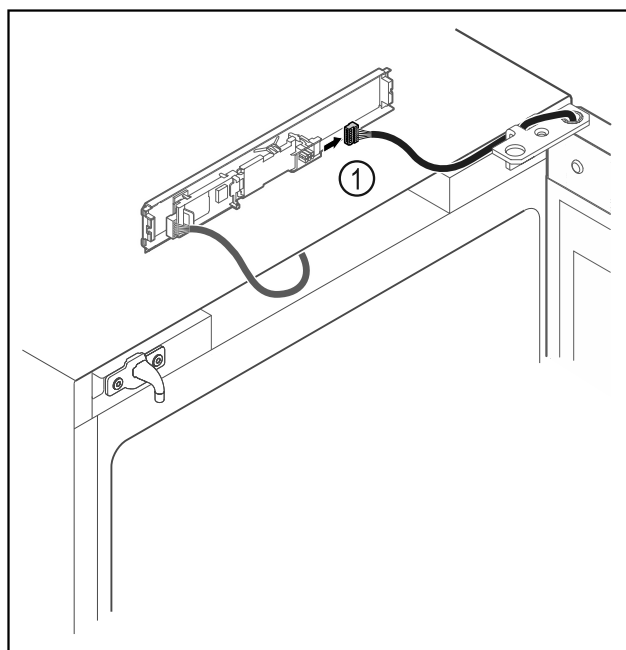

Fig. 18
- Débrancher le connecteur Fig. 18 (1) de la platine.